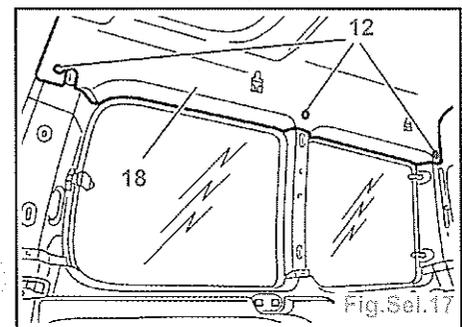

Fig.Sel.17
- partiellement le joint (14),
- la garniture (15) de pied central,
- la garniture (16) de pied arrière,
- la garniture (17) de montant d'accès arrière.
- Déposer (Fig.Sel.17) :